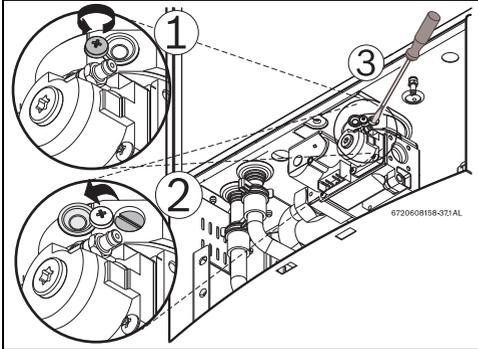

Fig. 40 Ajuste de CO₂ en modo P1
- ▶ Aflojar el tornillo Philips con pintura amarilla de precintado (Fig.40, pos.1) y mover la tapa de protección (Fig.40, pos. 2), de manera a que se haga visible el tornillo de afinación.
- Colocar la tapa de protección en la posición inicial y apretar el tornillo Philips, Fig.40.